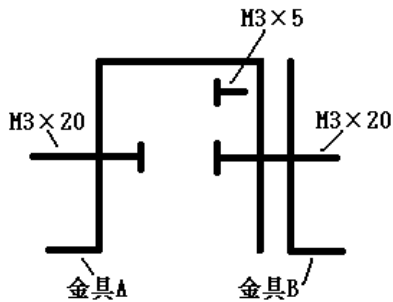

図 2 金具の展開図
- ⑤ユニバーサル金具を 2 枚用意し、1 枚は折り目の 1 つ目で谷折り、4 つ目・7 つ目で山折りにします（金具 A）。もう一枚は折り目の 4 つ目で切断し、折り目の 1 つ目で谷折りにします（金具 B）。これらの金具を図 2 のように上から 1 段目の穴に 3×5mm 丸ビスを、2 段目の左右の穴に 3×20mm 丸ビスを挿入して 3mm ナットで固定してしまいます。すると写真 8 のような感じの複合金具ができますので、これを写真 8 のようにプレート B と複合金具を黒ビスと 3mm ナット